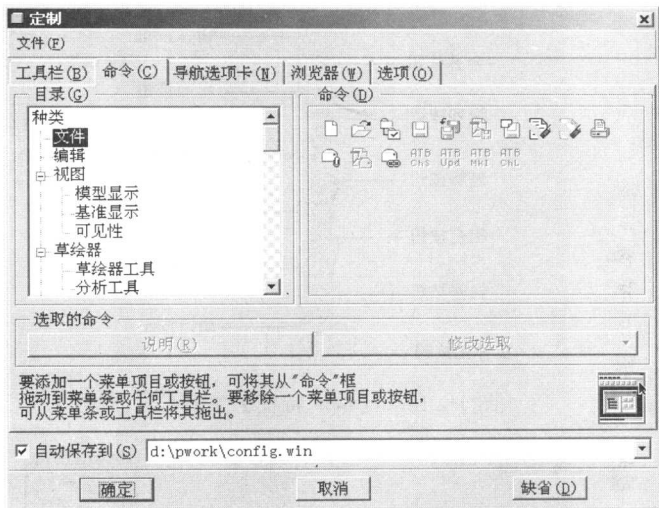

图 1.2.6 【命令】标签卡
(2)【命令】定制:在【定制】对话框中单击【命令】标签卡,展开的设置项如图 1.2.6 所示。在此标签卡的【目录】列表框中选择某一类,此时可将右边【命令】框中的按钮拖动到任何工具栏中,也可将按钮从工具栏中拖出。在如图 1.2.7 所示的【命令】标签卡右下方的动